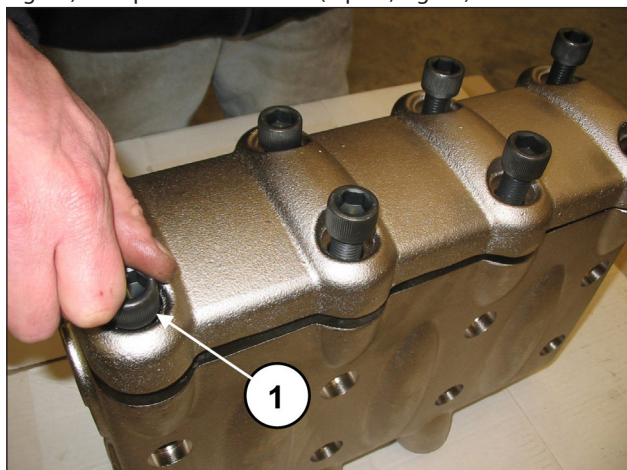
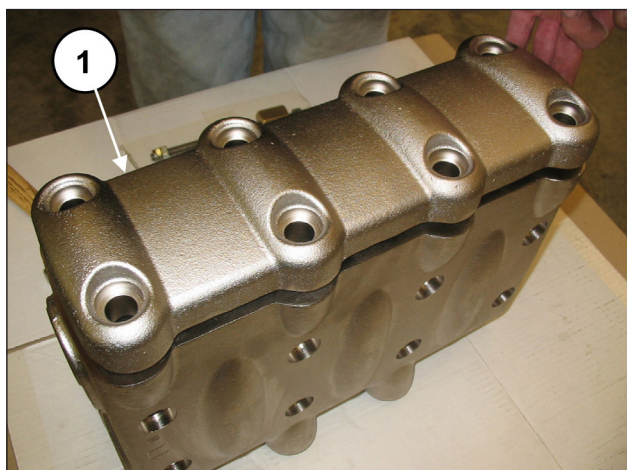

Fig. 78
Fig. 79
Dévisser les 8 vis M16x55 du couvercle des soupapes (rep. ①, Fig. 78) et déposer le couvercle (rep. ①, Fig. 79).